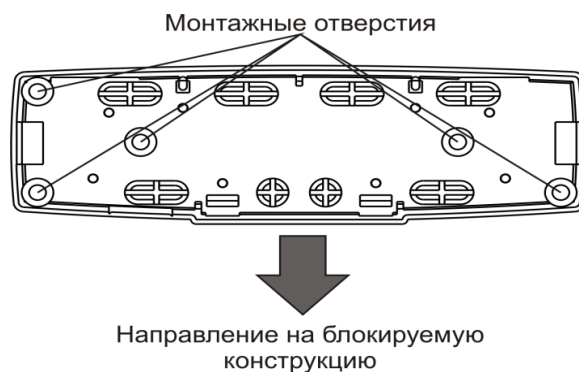

Рисунок 9.9
- на выбранном месте установки сделать разметку под крепежные отверстия по приложенному основанию (рисунок 9.9):